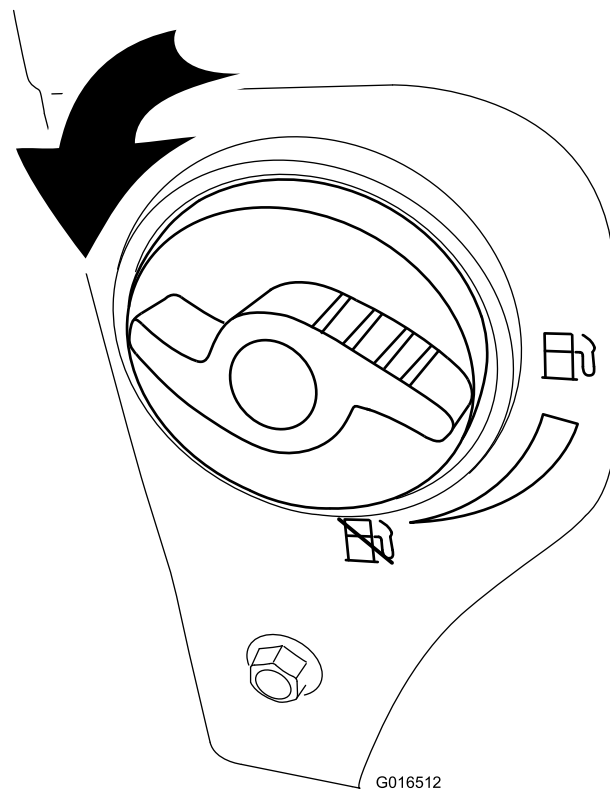

Figure 28
2. Ouvrez le robinet de carburant en le tournant de 1/4 de tour dans le sens antihoraire (Figure 28).